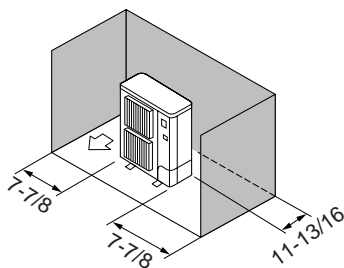

Fig. 2-4
- ③ Obstacles uniquement à l'arrière et sur les côtés (Fig. 2-4)